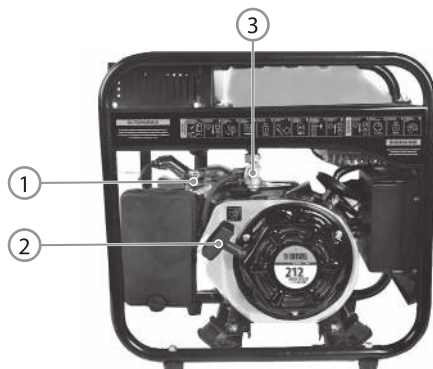

Рис. 7
7. Переведите топливный кран 3 (рис. 7) в положение «Открыто».
8. Переведите рычаг воздушной заслонки 1 (рис. 7) в положение «Закрото».
10. Медленно вытащите шнур ручного стартера 2 (рис. 7) до появления сопротивления, а затем быстрым рывком потяните его.
11. Дайте двигателю поработать в течение 3–5 минут, чтобы прогреть его. По мере прогрева двигателя постепенно передвиньте рычаг воздушной заслонки 1 в положение «Открыто» (рис. 7).